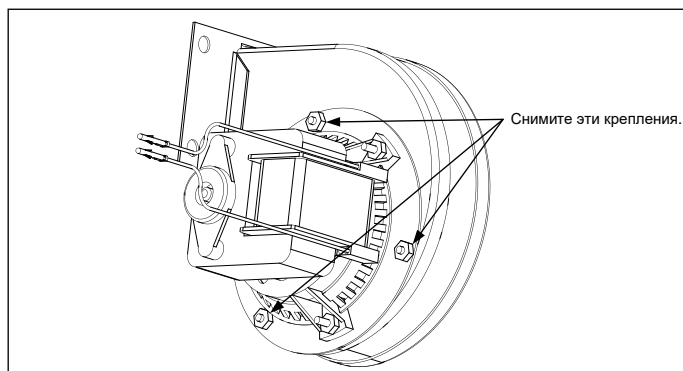

Рис. 2
2. Снимите три крепления, при помощи которых двигатель вентилятора крепится к корпусу вентилятора, и разделите эти два компонента. (См. рис. 2)